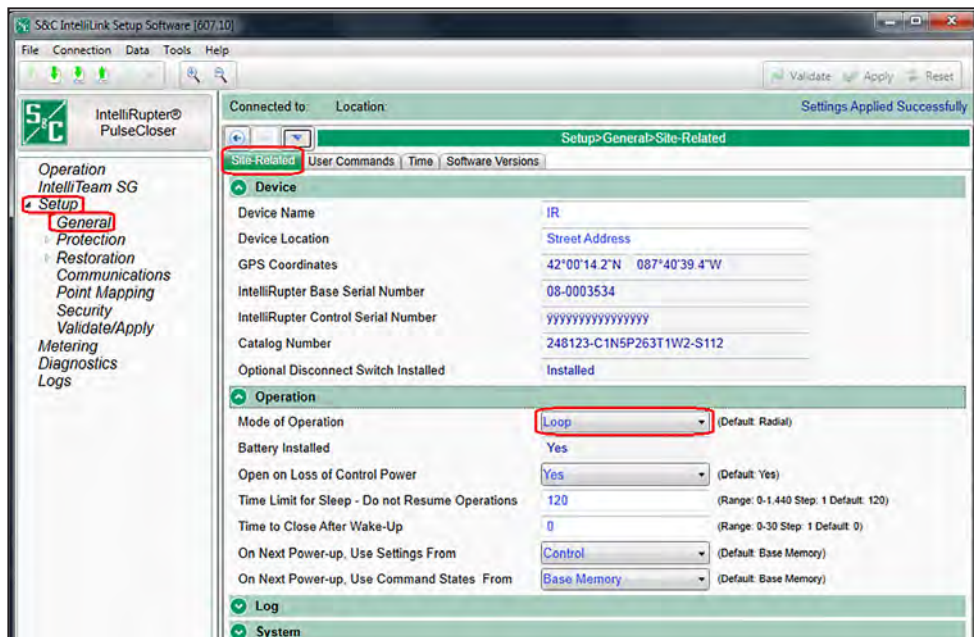

Figura 74. Tela Configurações>Geral>Relacionado ao Local.
**PASSO 3.** Na tela *Setup>General>Site Related*, configure o valor-alvo **Mode of Operation** (Modo de Operação) para o modo **Loop** (Anel). Ver Figura 74. As informações do modo **Recomposição do Anel** são colocadas na tela *Operation*. Ver Figura 75.